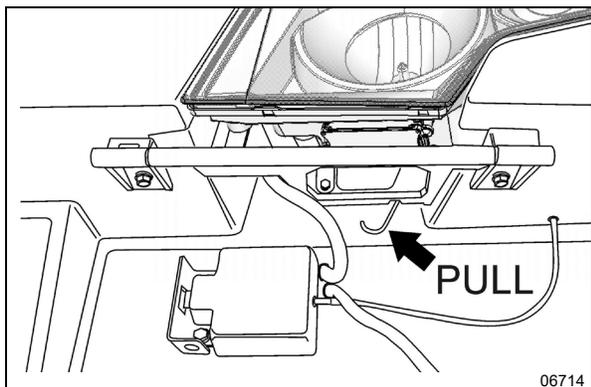

FIGURA 83: OSCILACIÓN DEL ENSAMBLE DE FAROS
3. Jale la barra que se muestra en FIGURA 83 para girar el ensamblaje de los faros.